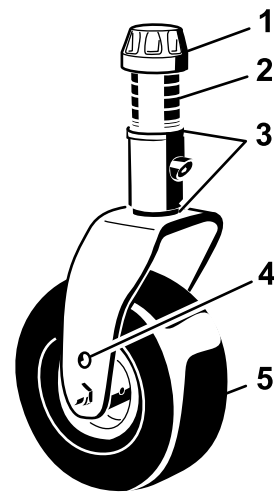

図 128
1. キャスタスピンドルシャフトからテンショニングキャップを外し、キャストアームからスピンドルを抜き出す 図 128。
テンショニングキャップとキャストフォークを外す 図 128。